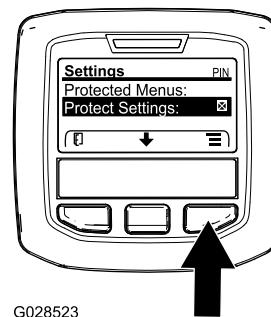

Bild 8
1. Navigieren Sie vom Hauptmenü mit der mittleren Taste auf das Menü EINSTELLUNGEN und drücken Sie die rechte Taste (Bild 8).